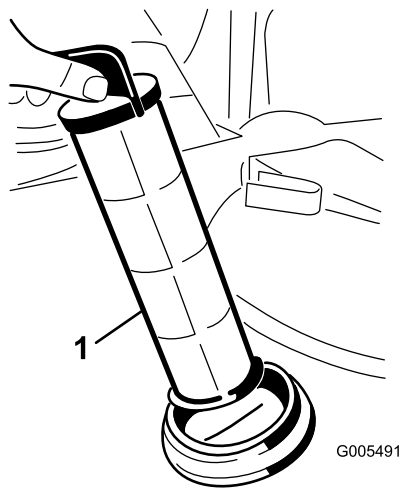

Figura 67
- Retire el filtro de aspiración del alojamiento del filtro del depósito (Figura 67).